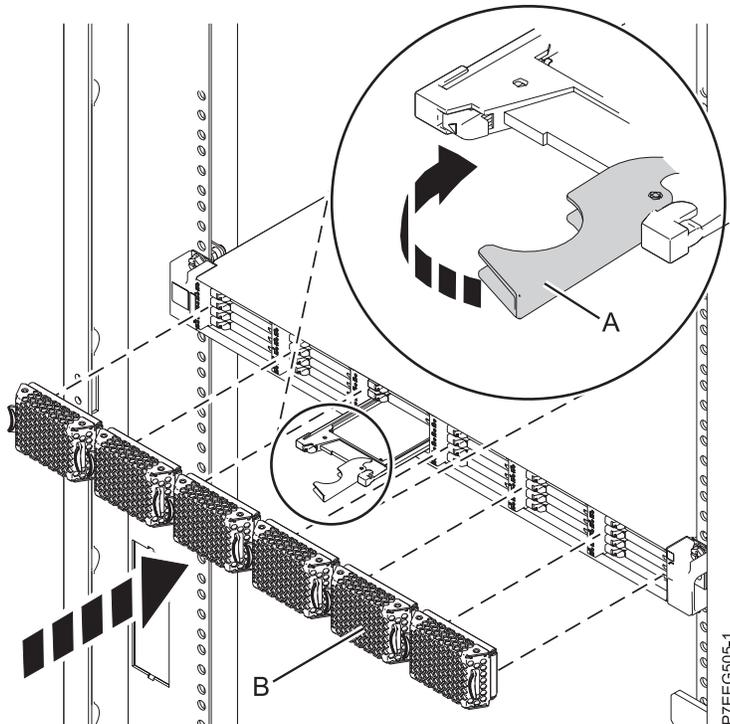

Figure 26. Remplacement d'une unité SSD dans l'armoire de stockage PCIe ED/R1.
4. Lorsque le voyant d'identification de l'unité SSD clignote, faites glisser complètement l'unité SSD dans l'armoire de stockage PCIe ED/R1 jusqu'à ce qu'il soit complètement encastré. Puis tournez la poignée (A) pour la mettre en position verrouillée. Pour plus d'informations, voir figure 26, à la page 46.
5. Installez le panneau (B).